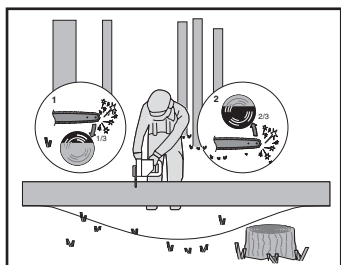

Figure 6
Lorsque le rondin est soutenu aux deux bouts, comme le démontre la figure 6, coupez un tiers du diamètre par le dessus (en tronçonnant par-dessus) (1). Effectuez ensuite la coupe de finition en tronçonnant par-dessous (2) pour rencontrer la première coupe.
Lorsque le rondin est soutenu aux deux bouts, comme illustré à la figure 6, coupez un tiers du diamètre de la coupe de tronçonnage par-dessus (1). Effectuez ensuite la coupe de finition en tronçonnant par-dessous (2) les deux tiers inférieurs pour rencontrer la première coupe.